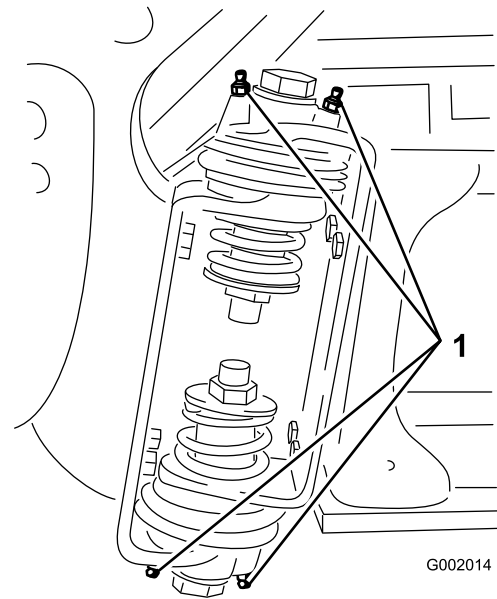

Bild 105
2. Pressen Sie Fett in die Lager oder Büchsen jedes Anschlussstückes (Bild 105).